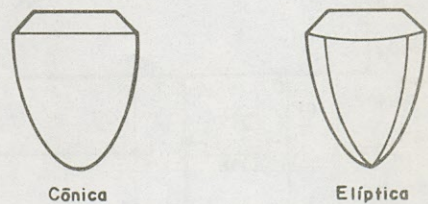

FIGURA 8
- Agulha — tem por função variar a direção dos seus pontos de contato ao trilhar o sulco do disco, recebendo as informações mecânicas e enviando-as para a cápsula fonocaptora. As agulhas podem ser de safira ou diamante e ainda dos tipos cônica ou elíptica (**figura 8**). Ainda sobre as cápsulas, elas podem ser de dois tipos: cerâmicas (relutância fixa) e magnéticas (relutância variável).